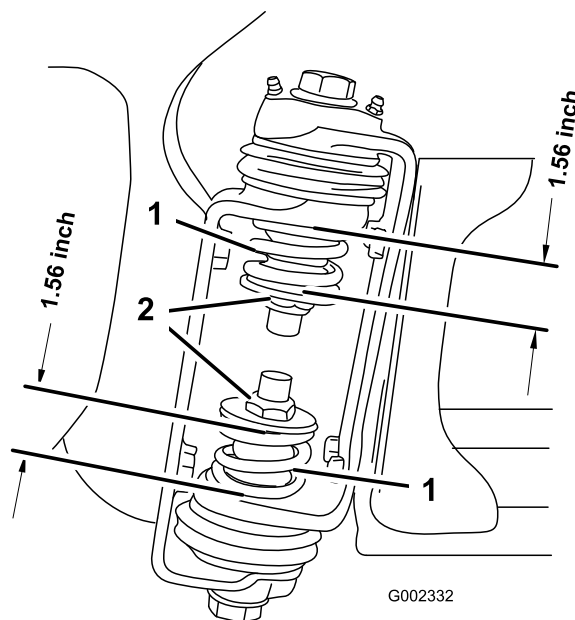

図 3
3. ブームが開いた状態で、ブーム蝶番の部分で上部スプリングと下部スプリングの圧縮状態の長さを測定する（図 3）。